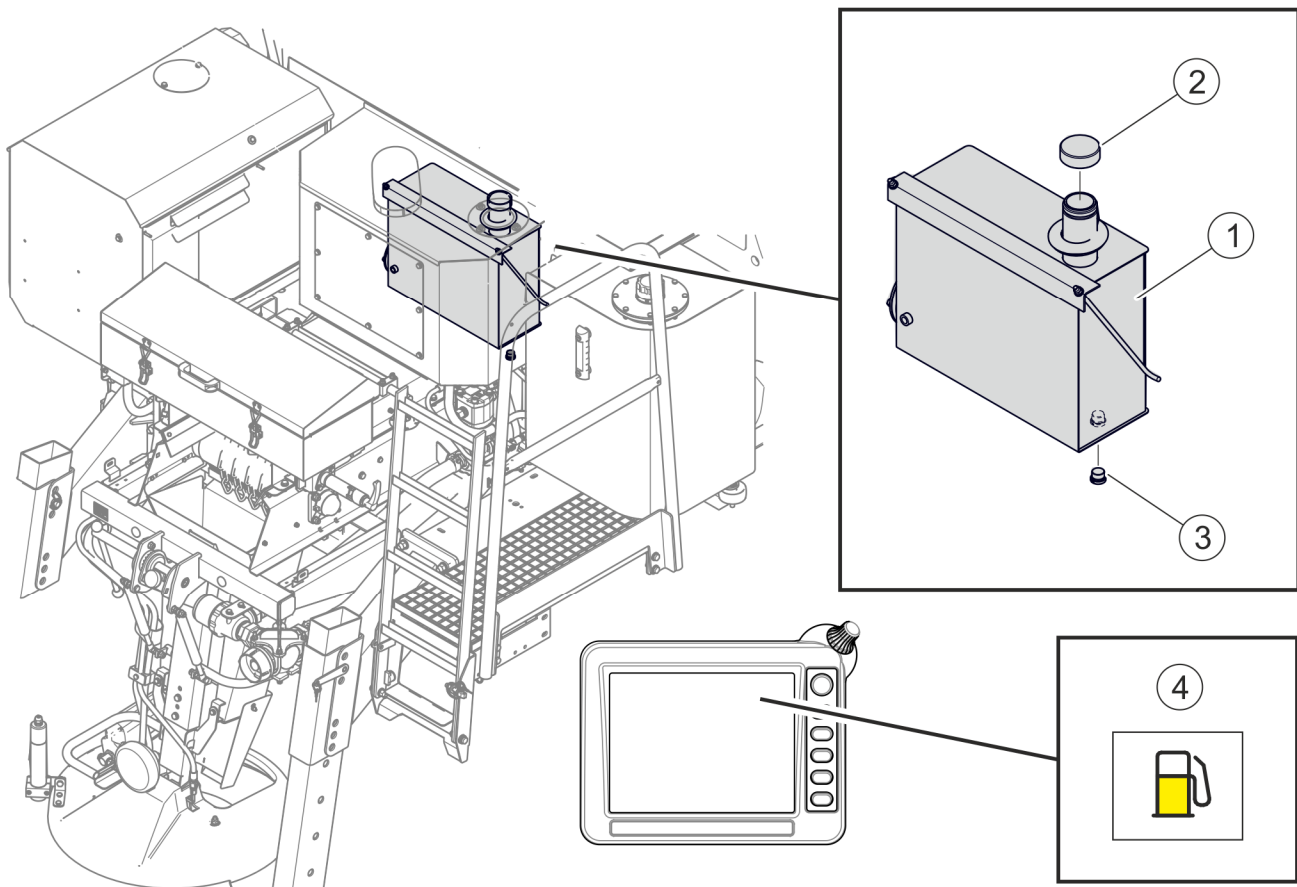

РИСУНОК 5.1 Контроль і поповнення рівня палива
(1) - паливний бак; (2) - пробка паливної заливної горловини (3) - пробка паливного зливного отвору; (4) - Індикатор «Низький рівень палива» (жовтий колір)
Увімкнути електричне живлення за допомогою головного вимикача. Якщо після запуску панелі на дисплеї загоряється жовтий індикатор «Низький рівень палива» (4) (РИСУНОК 5.1), слід долити паливо.